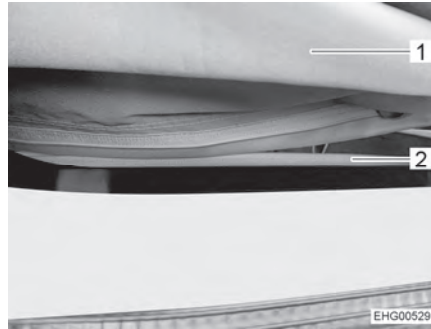

Bild 57 Reißverschluss
- Reißverschluss (Bild 57,2) an der Unterseite des Faltenbalgs (Bild 57,1) vollständig öffnen.